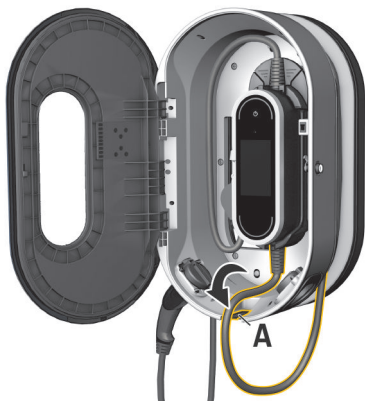

Fig. 503 Atașarea unității de control
3. Direcționați cablul pentru vehicul prin deschiderea A (Fig. 503) și înfășurați cablul în exces în jurul docului de încărcare.